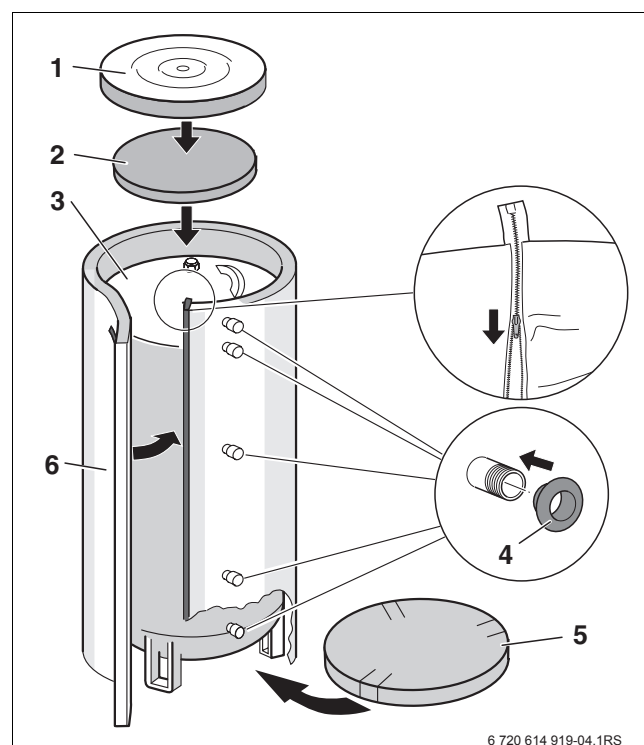

Fig. 6 Montage de l'isolation thermique (schéma de principe)
- ▶ Insérer l'isolation de mousse souple supérieure (→ Fig. 6, [2], page 9) et recouvrir avec le capot du réservoir (→ Fig. 6, [1], page 9). Veiller à une isolation complète du réservoir.